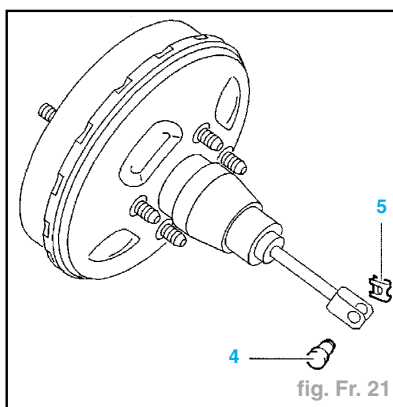

fig. Fr. 21
- Déposer l'axe (4) maintenu par une agrafe élastique (fig. Fr. 21).